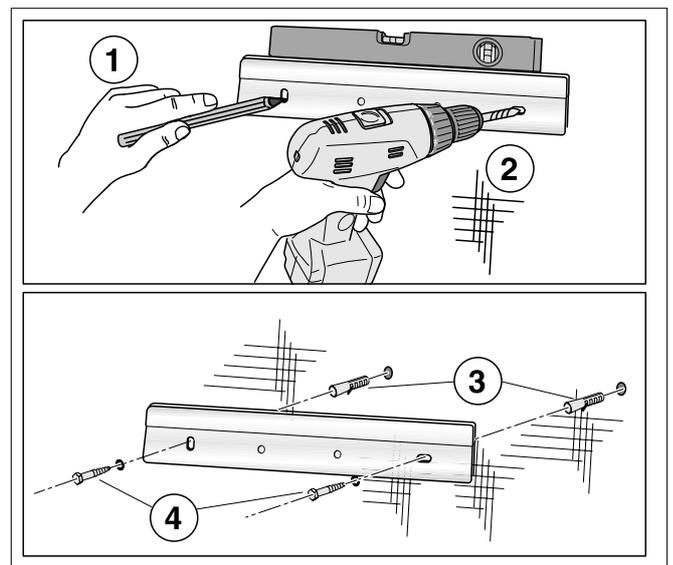

Fig. 7 Montare la staffa a muro
- Con l'aiuto della staffa a muro, tracciare il profilo dei fori (fig. 7, **fase 1**).
- Praticare N° 2 fori nella parete (fig. 7, **fase 2**).
- Inserire N° 2 tasselli nei fori (fig. 7, **fase 3**).
- Utilizzando le 2 viti fornite in dotazione, installare a livello la staffa a muro (fig. 7, **fase 4**).